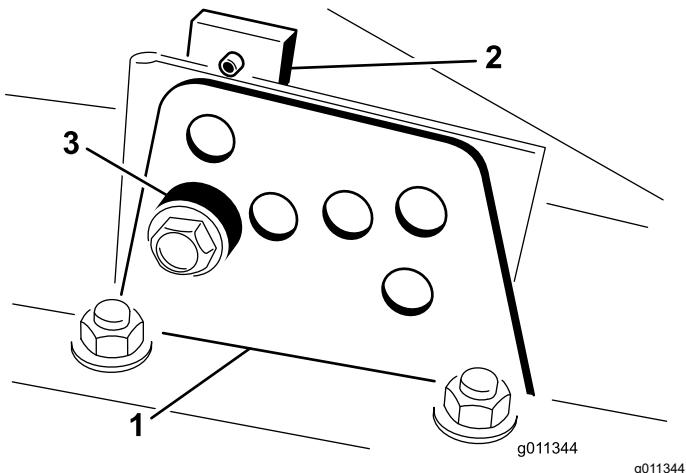

図 6
2. 図 6 のように、各刈り高ブラケットを刈り高プレート前と右と左に固定しているボルトをゆるめる。
4. チェンバを支えておきながらスペーサを取り外す図 6。